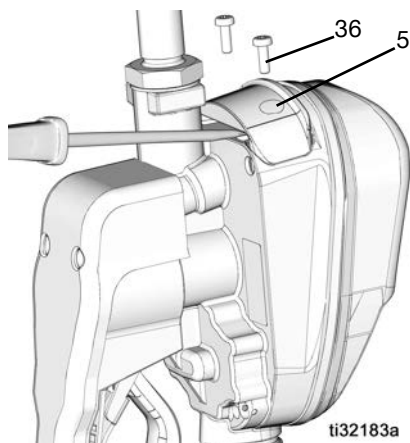

图 77
1. 从电池盒盖 (5) 上取下螺丝 (36)。
2. 使用小的平头螺丝刀将盖从盖底部的计量分配阀机体（扩展配件旁边）轻轻撬起，如图 77。